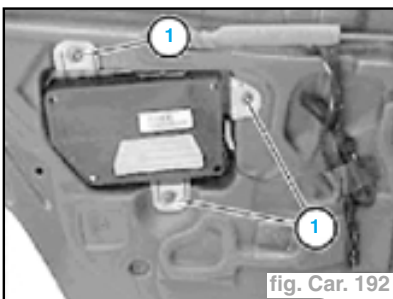

fig. Car. 192
- Oter les vis (1) et déposer le module airbag (fig. Car. 192).